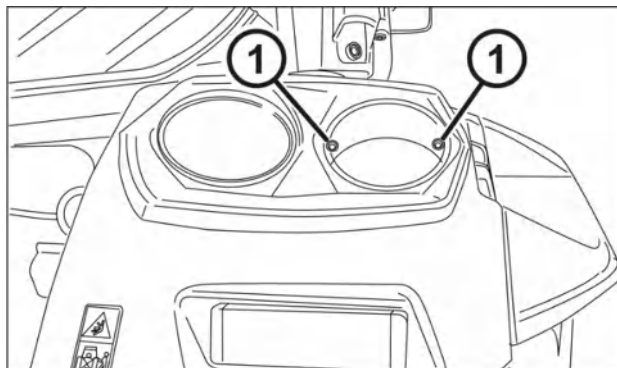

Рис. 8-6
1. Ослабьте винты (1 — рис.8-6) и снимите стеклянный плафон.
3. Снова закрепите стекло винтами (1 — рис. 8-6).